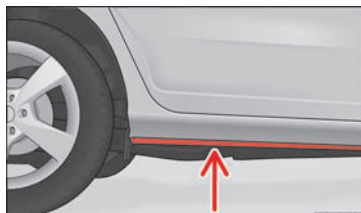

Fig. 178 Kørsel gennem vand på vejen
- Inden du kører gennem vand, skal du finde ud af, hvor dybt det er. Vandstanden må maksimalt nå op til kanten af dørpanelet **» Fig. 178**.